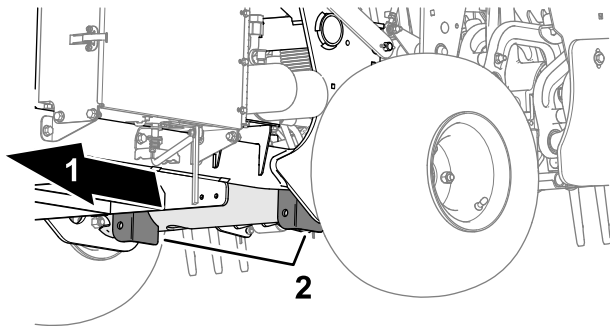

Figura 139
3. Aezăți cricul în siguranță sub placa cadrului, în interiorul roii spate (Figura 139).